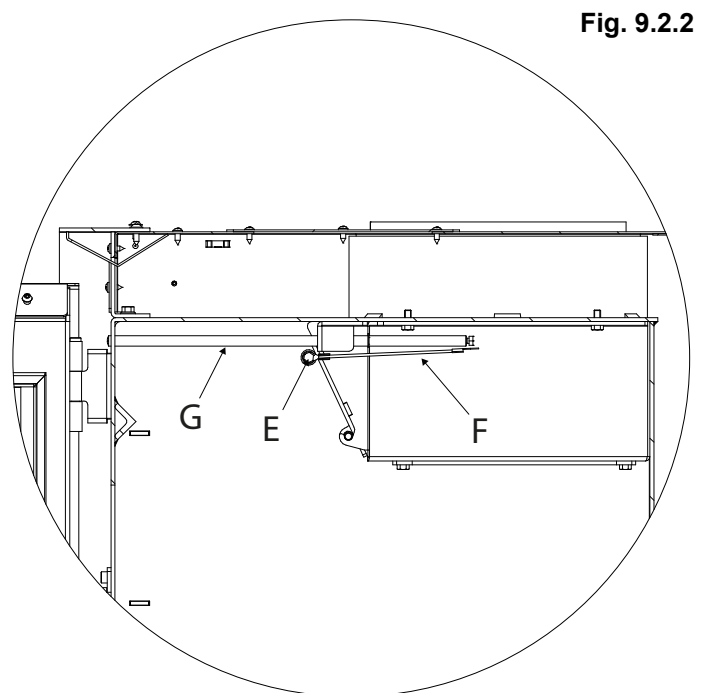

Fig. 9.2.2
- Die Schraube E abschrauben, um das Stahlseil F freizugeben. Nun muss es zusammen mit der Einstellstange des Schiebers G entfernt werden (Abb. 9.2.2)